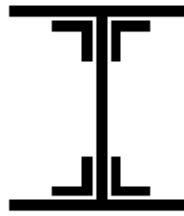

FIGURA 9
7. Cuando las piezas tengan una configuración uniforme, la rotura podrá indicarse con una línea de trazo y punto fina, como la las líneas de los ejes (*figura 9*).
8. Las superficies delgadas, no se rayan, sino que se ennegrecen. Si hay varias superficies contiguas, se dejará una pequeña separación entre ellas, que no será inferior a 7 mm. (*figura 9*).